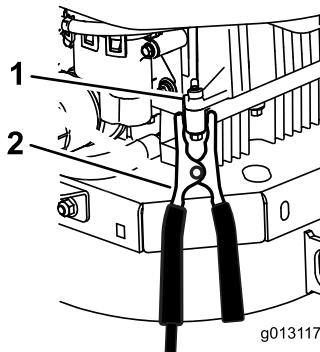

Bild 48
6. Stellen Sie die letzte Verbindung am **Motorblock** (nicht am Minuspol des Akkus) der Maschine mit dem entladenen Akku her, halten Sie sich vom Akku fern, und treten Sie zurück (Bild 48).